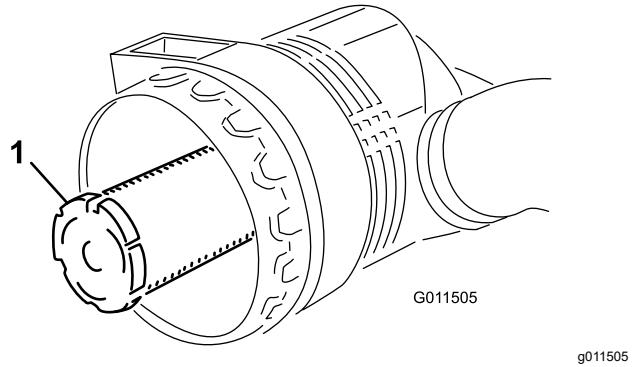

Figura 46
**Importante:** No intente nunca limpiar el filtro de seguridad (Figura 46). Sustituya el filtro de seguridad después de cada tres revisiones del filtro primario.